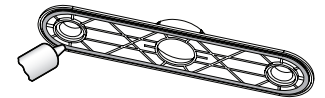

Fig. 1.4
- Appliquer du mastic de plombier ou autre étanchéité aux rebords intérieurs du **support de plastique** (fig. 1.4).
- Apply plumber's glue or other kind of seal to the interior edges of the **plastic panel** (fig. 1.4).